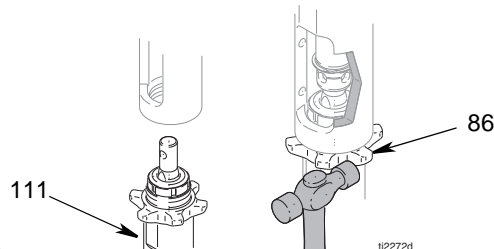

FIG. 9
5. (Fig. 9). Allentare il dado di blocco (86). Svitare la pompa (111).